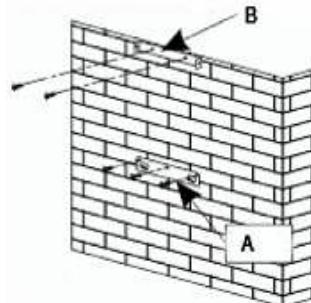

Fig. 1
Vous possédez une sortie vers l'extérieur (fig. 1)
- Tracez sur le mur les 3 trous que vous devez percer en utilisant le crochet de suspension de la hotte fourni et en respectant la distance conseillée (pièce A fig. 1).
- Fixez le support de fixation de la hotte en veillant à ce qu'il soit parfaitement de niveau (pièce A fig. 1).
- Calculez la hauteur finale pour fixer l'étrier en U de support de la cheminée (pièce B fig. 1).
- Percez les 2 trous de 8mm et fixez l'étrier de support de la cheminée en faisant attention qu'il soit bien dans l'axe de la hotte (pièce B fig. 1).